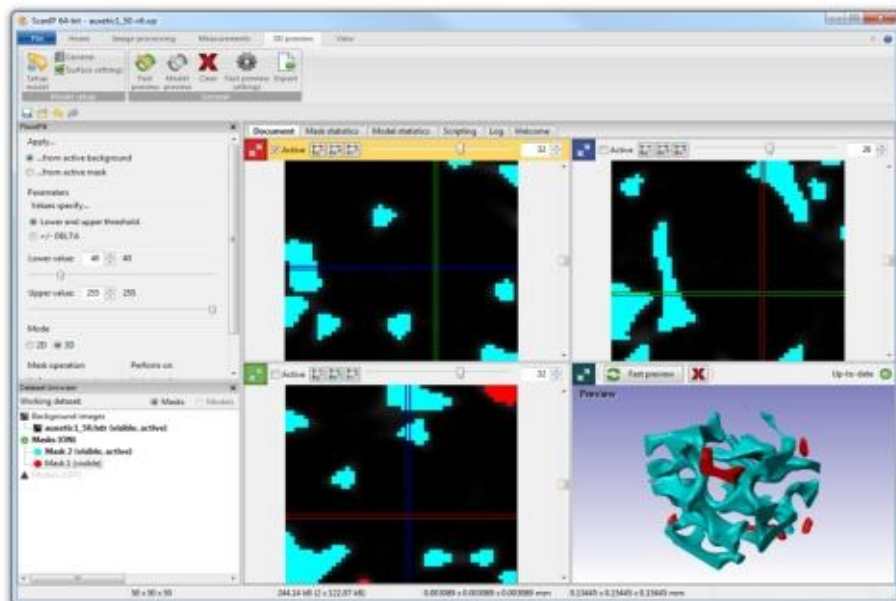

图 1-10 在建立 3D 预览图后的 3D 模型预览
2. 点击 **3D preview** → **General** → **Model preview**  来建立 3D 预览。创建预览后，界面如图 1-10 所示。我们可以看到现在有两个不同颜色的蒙板。**Mask2** 包含包含了一个整体连通的立体空间（通过种子填充得到），**Mask1** 仍旧包含所有的“岛屿”（由阈值得到）。